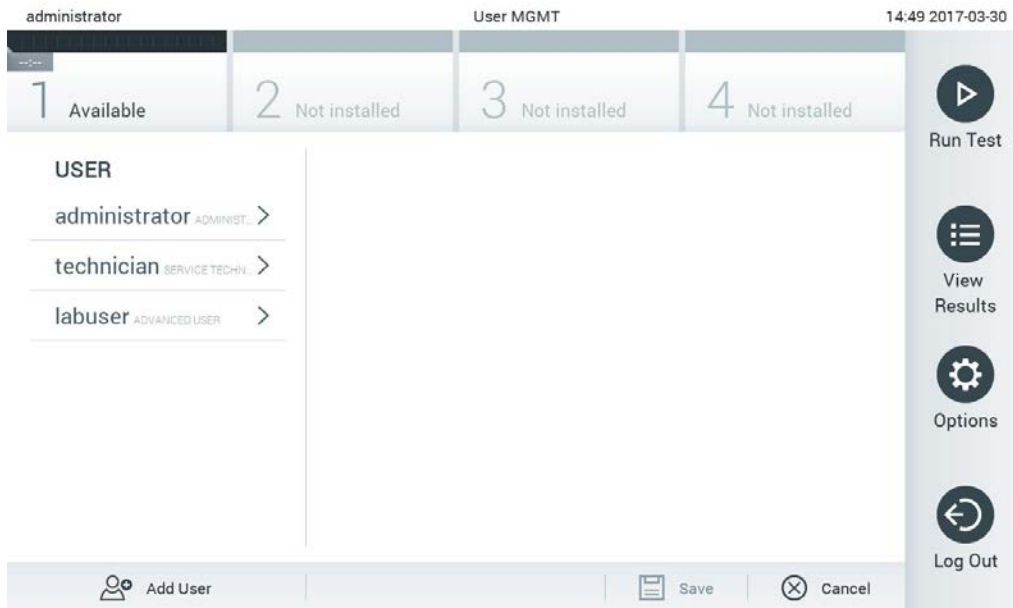

Figura 58. Ecranul User Management (Gestionarea utilizatorilor).
1. Apăsați butonul **Options** (Opțiuni), apoi butonul **User Management** (Gestionarea utilizatorilor) pentru configurarea utilizatorilor. Ecranul **User Management** (Gestionarea utilizatorilor) apare în zona de conținut a afișajului (Figura 58).